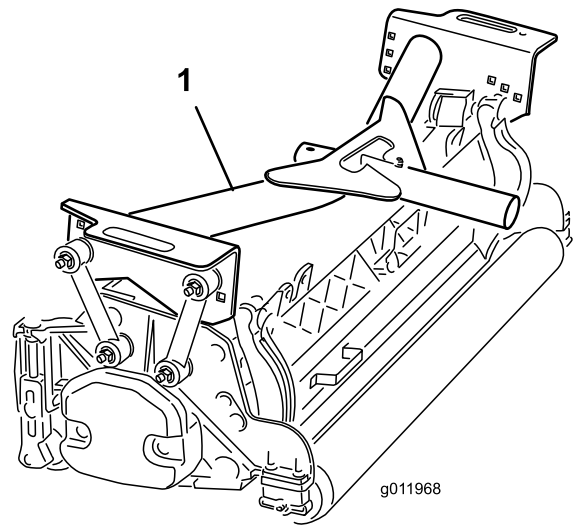

Bild 16
2. Setzen Sie einen vorderen Trägerrahmen (Bild 16) auf jede Frontschneideinheit.